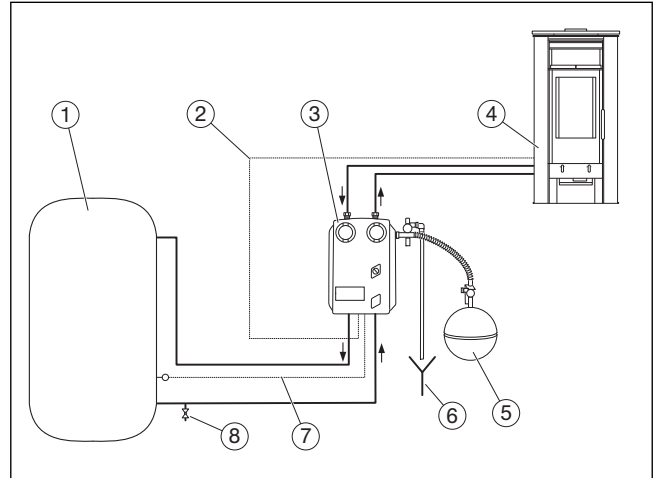

Bild 9 Verrohrung der Ofenanlage (Beispiel mit Komplettstation)
- ▶ Im Rücklaufrohr am tiefsten Punkt der Ofenanlage einen Füll- und Entleerhahn zum Füllen oder Entleeren der Ofenanlage montieren (→ Bild 9, Seite 10).